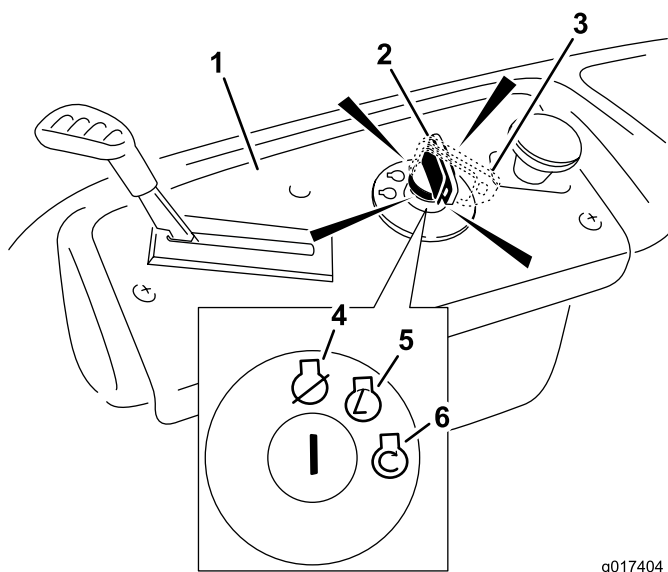

Figura 13
4. Gire la llave de contacto a Arranque para activar el motor de arranque. Cuando el motor arranque, suelte la llave (Figura 13).
3. Gire la llave de contacto a la posición de Desconectado (Figura 13) y retire la llave.